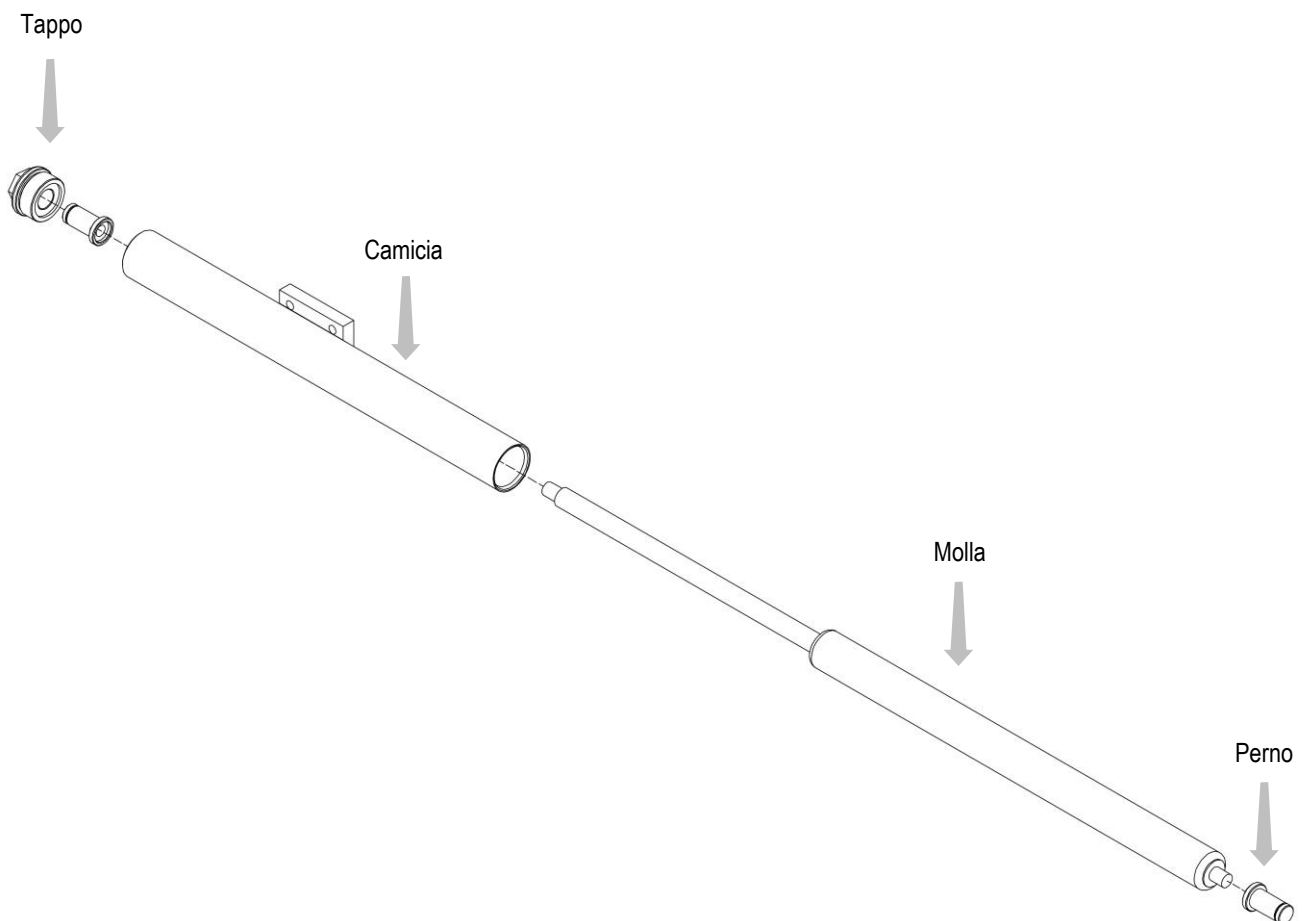

Figura 22
6. Prendere come riferimento la *Figura 22*.